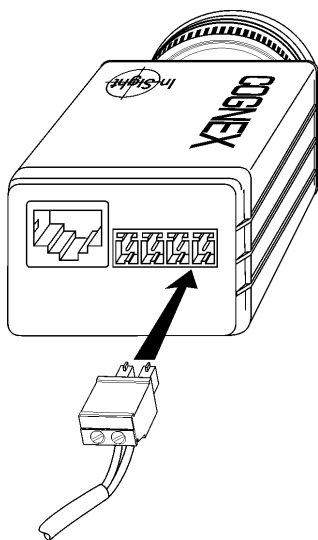
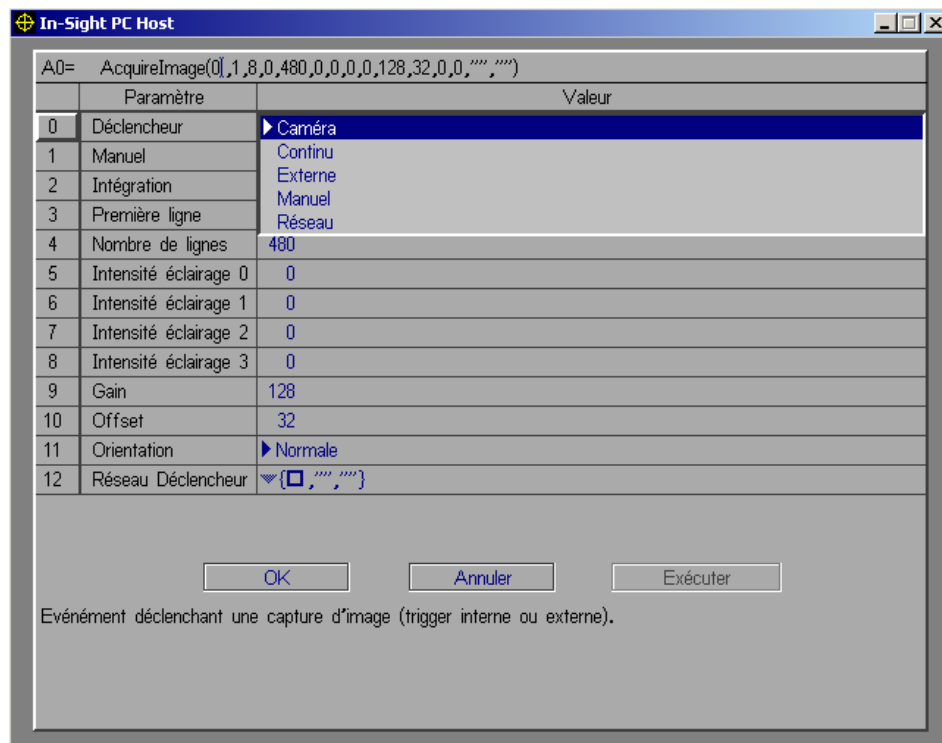

Figure 2-3 : Connexion à la caméra
Figure 2-6 : Affectation de Camera au paramètre Déclencheur
4. A l'aide de la vis fournie, fixez le fil de terre du câble de contrôle du strobe au filetage droit visible sur la face avant de l'adaptateur d'éclairages stroboscopiques (Figure 2-3).
Connectez votre circuit de déclenchement aux broches 1 (Trigger+) et 2 (Trigger-) du bloc de raccordement monté au dos de la caméra In-Sight (Figure 2-3). N'oubliez pas de régler le paramètre **Déclencheur** dans la feuille des propriétés de la fonction AcquireImage (correspondant à la cellule A0) sur **Camera** (Figure 2-6). La sélection de Camera permet d'acquérir une image au moment où l'entrée située directement sur la caméra reçoit une impulsion.